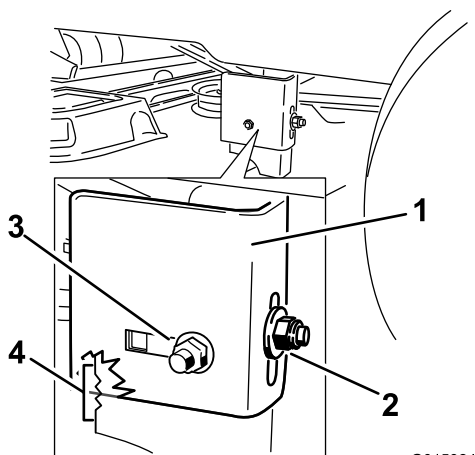

Bild 62
- Lösen Sie die hintere Sicherungsmutter am Hängeprofil (Bild 62).
- Lösen Sie die seitliche Sicherungsmutter am Hängeprofil so viel, dass Sie das Profil einstellen können (Bild 62). Messen Sie mit den Kerben an der geschweißten Halterung die Größe der Anpassung. Jede Kerbenoberfläche entspricht 6,35 mm, eine Seite
- Stoppen Sie das Mähwerk an der eingestellten Stellung und ziehen Sie die seitliche Sicherungsmutter am Hängeprofil fest, um die neue Stellung zu arretieren (Bild 62). Ziehen Sie die hintere Sicherungsmutter am Hängeprofil fest.